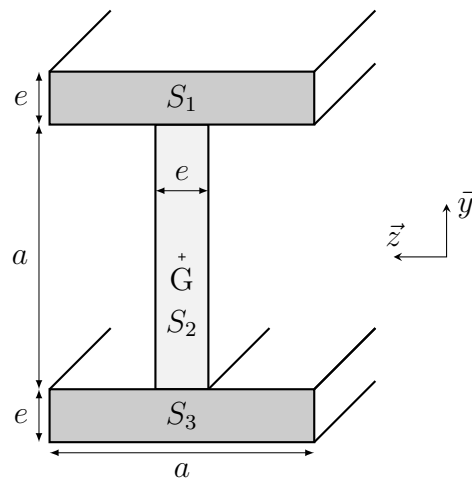

FIGURE 2 – Représentation de la section droite de la poutre utilisée (section en I)
On souhaite utiliser pour la poutre un profilé avec une section en I (profilé dit « IPN »), comme illustré en figure 2. La section est constituée de deux parties horizontales, appelées semelles (S_1 et S_3) et d'une partie verticale (appelée âme). On note a et e respectivement la largeur et l'épaisseur de chacune de ses parties.
2. On appelle G le centre d'inertie de la section droite S (voir figure 2). À l'aide de la formule précédente, calculer les moments quadratiques
3. En déduire l'expression de la contraintes normale maximale dans la section, en fonction du moment flechissant (M_{fz}), du moment quadratique (I_{Gz}) et des paramètres géométriques de la section droite (voir figure 2 page 5).